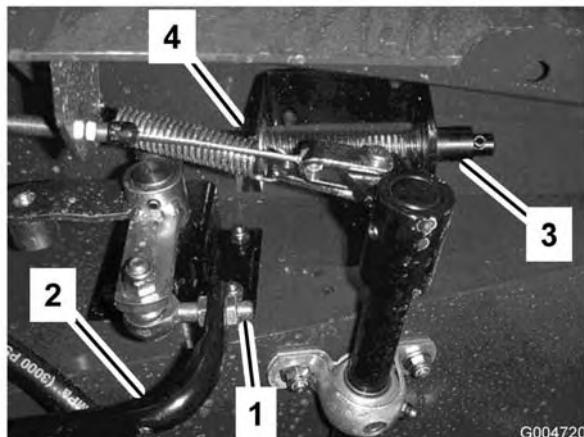

Figura 68
3. Afloje las contratuerzas del extremo de la varilla y ajuste la longitud de la varilla de tracción (Figura 68) para que el pedal entre en contacto con el tope cuando la palanca de la bomba llega al final de su recorrido completo. Apriete las contratuerzas.
3. Llene el depósito (Figura 68) con aproximadamente 30 l de aceite hidráulico; consulte Comprobación del aceite hidráulico .